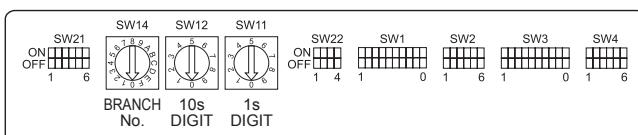

Fig. 4-9
4.5. Impostazione degli indirizzi (Fig. 4-9)